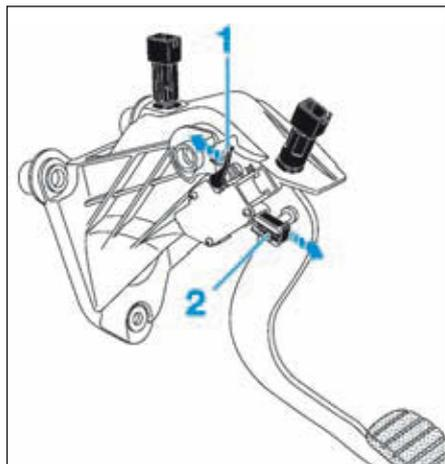

FIG.13
- la partie reliée à la pédale en tirant sur le verrou (1) (Fig.13),
- le corps du capteur en agissant sur le verrou (2).
- le corps du capteur en agissant sur le verrou (2) (Fig.13),
- la partie reliée à la pédale en agissant sur le verrou (1).